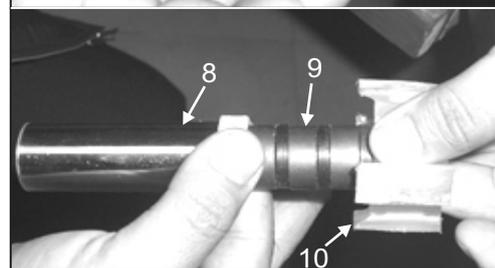

Abb. 5.15d
- (1) Entfernen Sie alle Schlauchschellen (1).
- (2) Trennen Sie die Schlauchleitungen (2) von Schmutzfänger.
- (3) Halten Sie die Filteranordnung in der linken Hand und entfernen Sie die Drahtbügel (5) & magnetischen Schmutzfänger (4) mit Hilfe der Finger der rechten Hand aus dem Gehäuse (3).
- (4) Drehen Sie die Mutter an (6) und entfernen Sie den Träger (7). Nach dem Abnehmen des Trägers entfernen Sie die Hülle (8) mit Eisenstaub, indem Sie ihn mit dem Kunststoffträger (10) schieben.
- (5) Reinigen Sie die Ummantelung mit einem weichen Lappen von Eisenstaub und setzen Sie sie wieder ein.
- (6) Montieren Sie den Träger & ziehen Sie die Mutter an.
- (7) Montieren Sie das Magnet sieb im Siebgehäuse und stellen Sie ihn mit dem Drahtbügel fest.
- (8) Befestigen Sie die Schlauchleitungen und ziehen Sie die Schlauchschellen fest.
**WICHTIG:** Magnete (9) nicht abmontieren, da diese in der Polaritätssequenz zusammengesetzt sind, die nicht unterbrochen werden sollte (Abb. 5.15d).